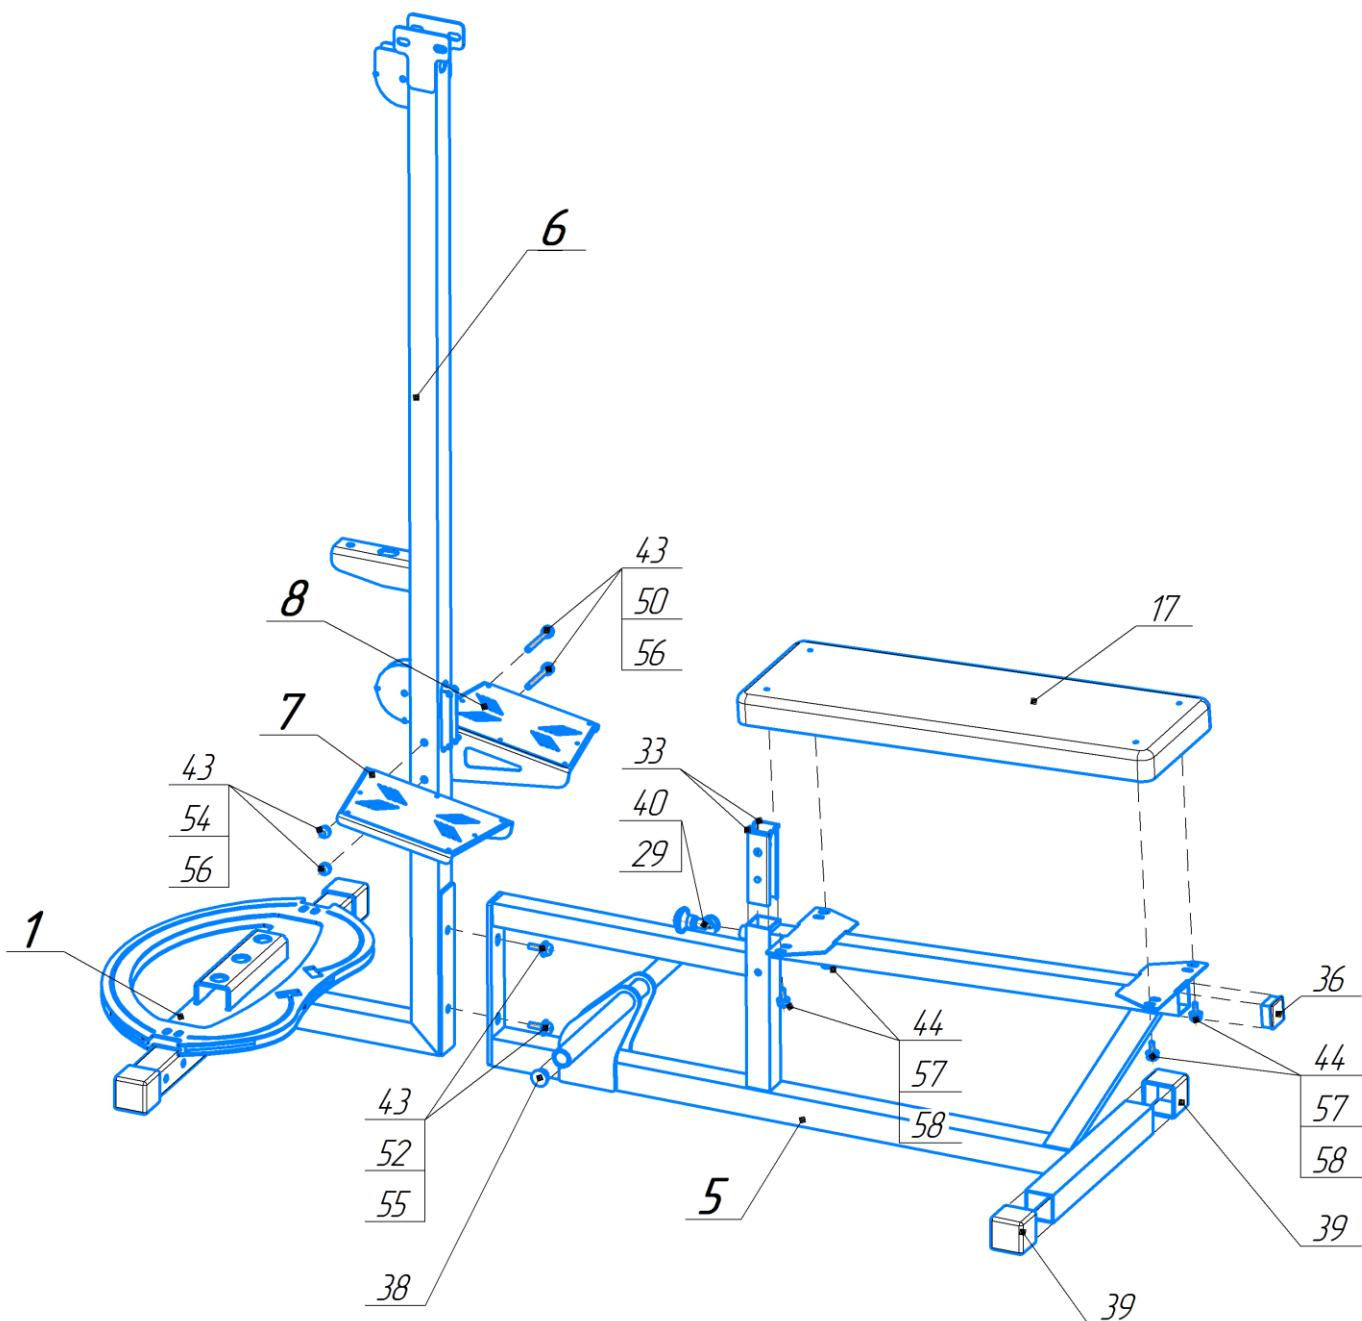

Рис.5. Схема сборки этапа №2
- На подготовленную конструкцию на Этапе №1 установить основание сидения (5) используя болты M10x35 (55) через шайбы увеличенные (55). Использовать ключ на 17 мм (Г). Наденьте колпачки (43) на каждый болт.
- Установите 2 опорные лапы (39) как показано на рис.5. Используйте молоток(3), забивать следует через деревянный брускок.
- Установите две заглушки (38) на упоры для ног как показано на рис.5. Используйте молоток(3), забивать следует через деревянный брускок.
- Установите заглушку (36) как показано на рис.5. Используйте молоток(3), забивать следует через деревянный брускок.
- Установите сидение (17) на основание сидения (5). Закрепите болтами M8x25 через шайбы (57). Используйте ключ на 13 мм (Д). Наденьте колпачки (44) на каждый болт.
- Установите на стойку комбинированную (6) подставку левую (7) и подставку правую (6). Закрепите болтами M10x90 (50) через шайбы (56) и закрепите гайками (54). Использовать ключ на 17 мм (Г). Наденьте колпачки (43) на каждый болт.
1. Установите фиксатор пружинный (29) через шайбу пружинную (40)(при необходимости) в стакан фиксатора , расположенный на основании сидения (5), как указано на рис. 5. Использовать ключ на 12 мм (Б).